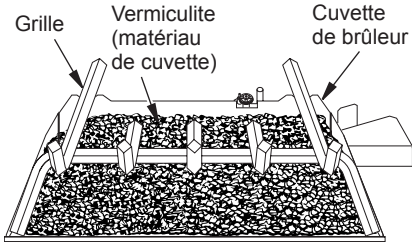

Figure 20 - Remplissez la cuvette du brûleur au complet avec de la vermiculite
1. Ouvrez les sacs de vermiculite et remplissez la cuvette du brûleur jusqu'à ce que le tuyau de brûleur soit complètement recouvert (voir figure 20).